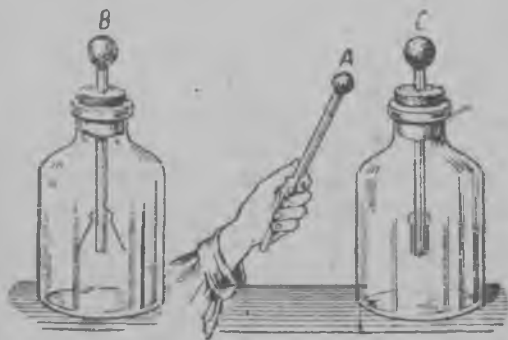

Рис. 8. Зарядан эйстамине.
Если электроскоп шариккуа B коскеттуа шарикал A, то вуйти электроскоп зарядас эйстүү шарикках A, мис убедидумма, куй шарикан A эйстämмä тойзех зарядиматтомах электроскопах C (рис. 8).
9. Проводникат и изоляторат. Зарядимма электроскопан бумажнолойн листочкойн ке энäммäl и эйстämмä электроскопан шарикан луо металлическойн шарикан A, кудама он кийнитеттү каучуковых ручках (рис. 8).